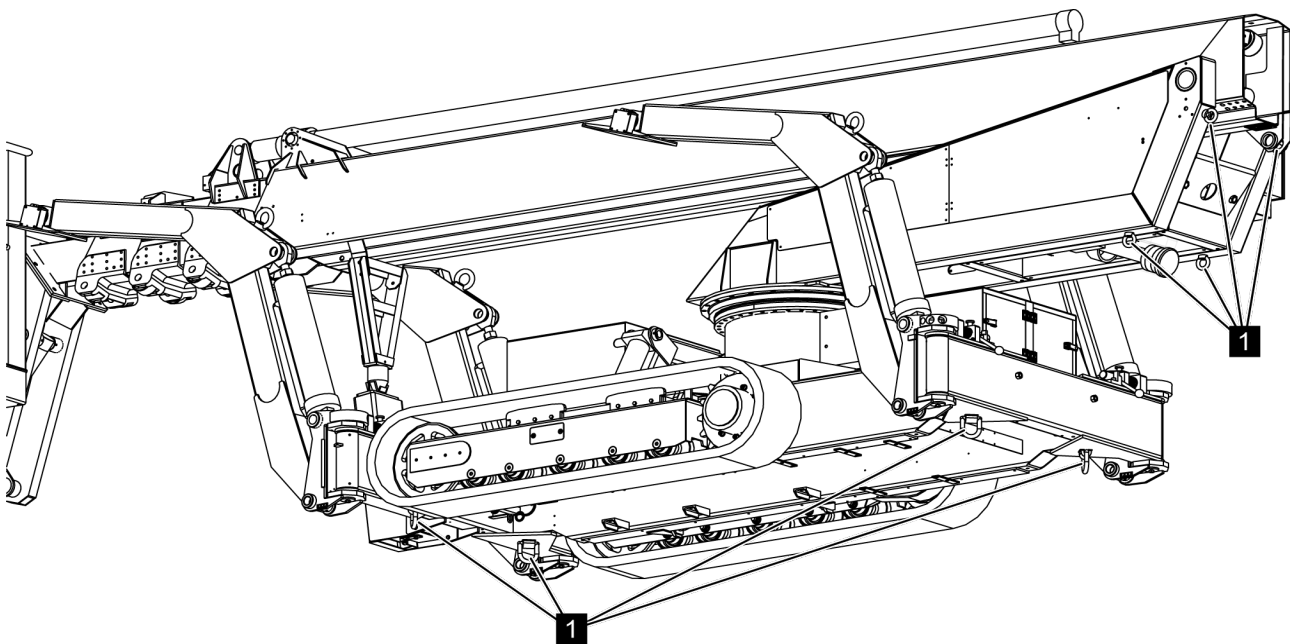

Fig. 44: Anneaux d'arrimage
3. ➤ *Arrimer et fixer la plateforme élévatrice avec p. ex. des sangles aux anneaux d'arrimage (Voir la Fig. 44/1) sur le véhicule de transport.*